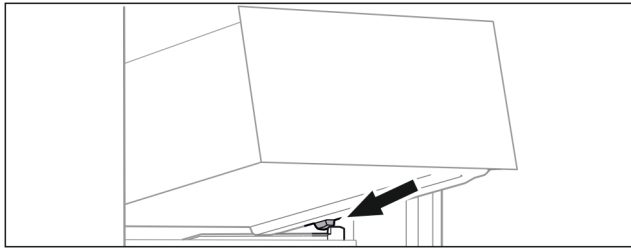

Fig. 55
- ▶ Nasad'ite zásuvku šikmo za zářžkami na rebro nádoby. (pozri Fig. 55)